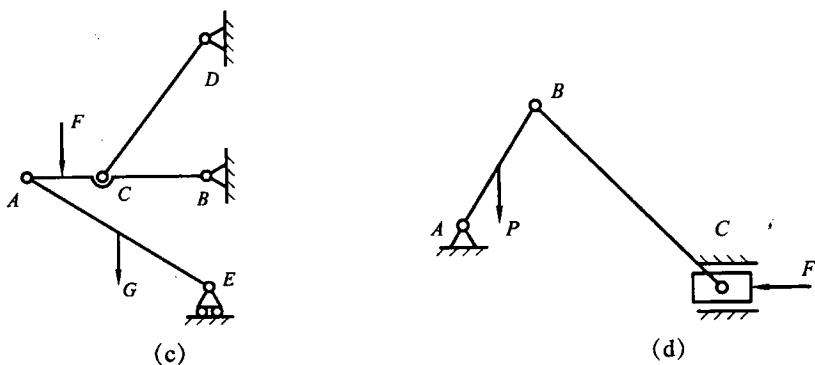

图 2.6
2. 画出图 2.6 中杆件 AB 的受力图（图中未标出重力大小的物体的自重不计）。